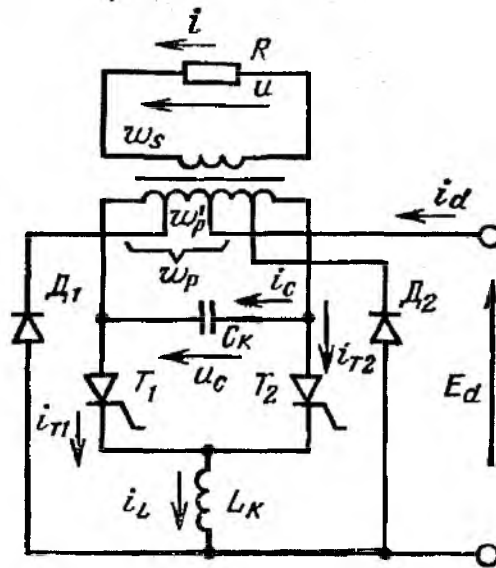

Рис. 22. Однофазный инвертор со схемой выключения тиристоров параллельного типа и обратными диодами, присоединенными к ответвлениям обмотки трансформатора
28. Инвертор с параллельной схемой выключения тиристорov (рис. 22) работает на чисто активную нагрузку с сопротивлением $R = 20$ Ом. Коэффициент трансформации трансформатора $k_{\text{тр}} = 2$, время восстановления запирающей способности тиристора $t_{\text{вос}} = 25$ мкс. Определить параметры цепи коммутации, если допустимый максимальный ток тиристора $I_{\text{макс.к}} = 40$ А.